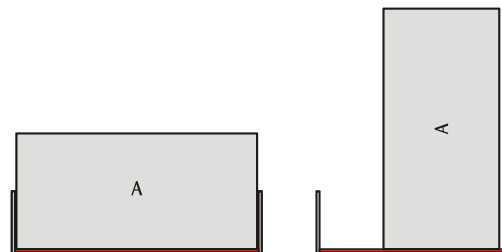

Fig. 1: Untersuchung von Haft- und Gleitreibung mit Reibungskörper A für zwei verschiedene Größen der Auflagefläche.
- Reibungszunge wahlweise mit glatter oder rauher Seite auf die Bahn legen und einen Reibungskörper (siehe Fig. 1 und 2) darauf platzieren.